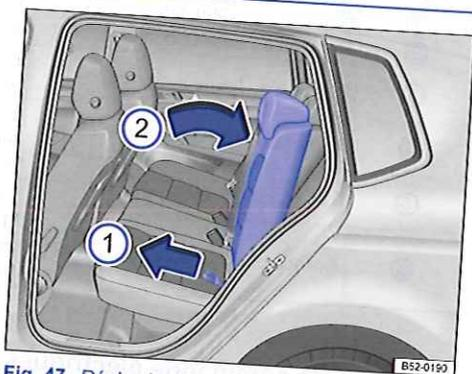

Fig. 47 Réglez le dossier de banquette arrière
Sollicitez avec une main le dossier de banquette arrière droit ou gauche et tirez la dragonne correspondante avec l'autre main  $\rightarrow$  fig. 47 (1). Amenez le dossier de banquette arrière avec la main dans la position souhaitée en l'opposant à la force du ressort (2).